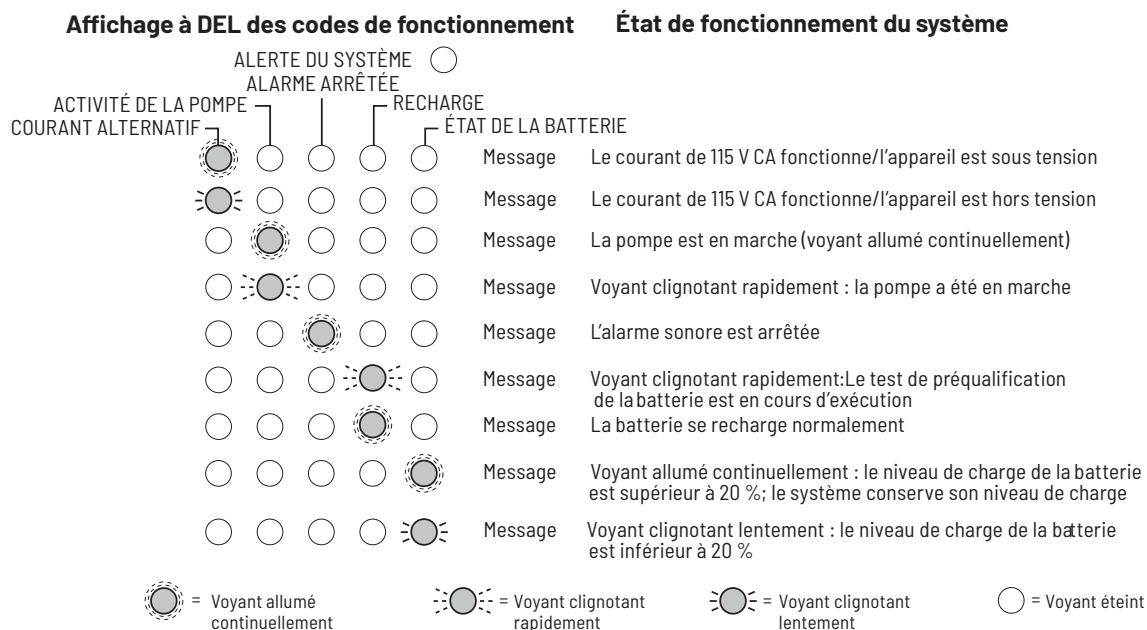

FIGURE 6 : AFFICHAGE DES CODES DE FONCTIONNEMENT (VOYANTS ALLUMÉS CONTINUUELLEMENT OU CLIGNOTANTS)
- ◆ Lorsque le témoin lumineux « System Alert » (alerte du système) NE CLIGNOTE PAS, reportez-vous à la figure 6.